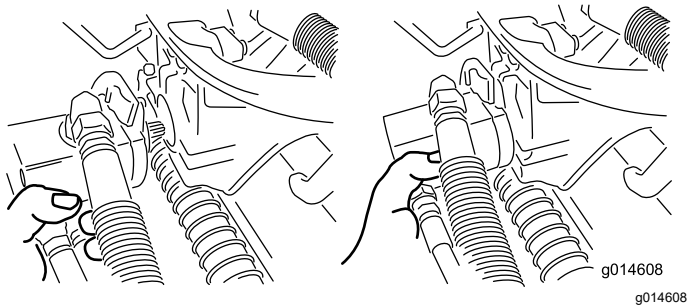

Figure 56
3. Amenez le moteur à la position de rangement sur l'avant du bras de suspension (Figure 56).